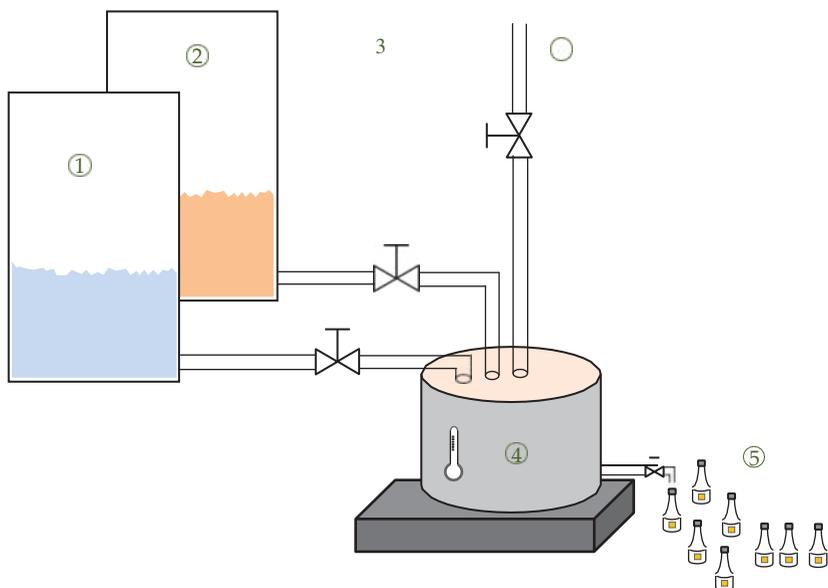

Рисунок 1.1
В примере, проиллюстрированном на рис. 1.1, имеются две емкости: одна с фруктовым концентратом (2), а другая с сахаром (1). Продукты перекачиваются в новый резервуар (4), где они смешиваются с водой (3) и нагреваются. По окончании приготовления бутылки наполняются соком (5). Чтобы заставить все это работать, нам нужны четыре различных процесса